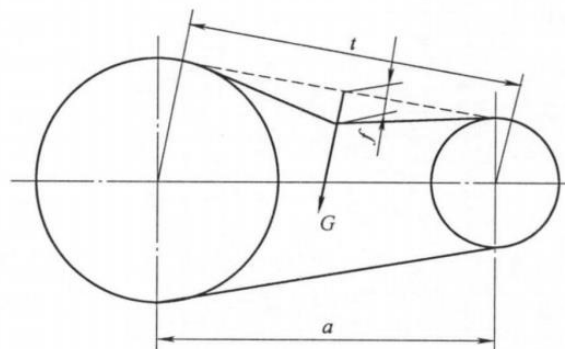

图 12-9 同步带安装挠度
步骤7. 调整同步带至合适的张紧力（如图 12-9）；同步带频率 96-100 Hz，亦可采用压力法测量，压力 $G=1.7\text{ N}$ ，变形 $f=3.2\text{ mm}$ 。
- 步骤7. 调整同步带至合适的张紧力（如图 12-9）；同步带频率 101-106 Hz，亦可采用压力法测量，压力 $G=0.9\text{ N}$ ，变形 $f=2.2\text{ mm}$ 。